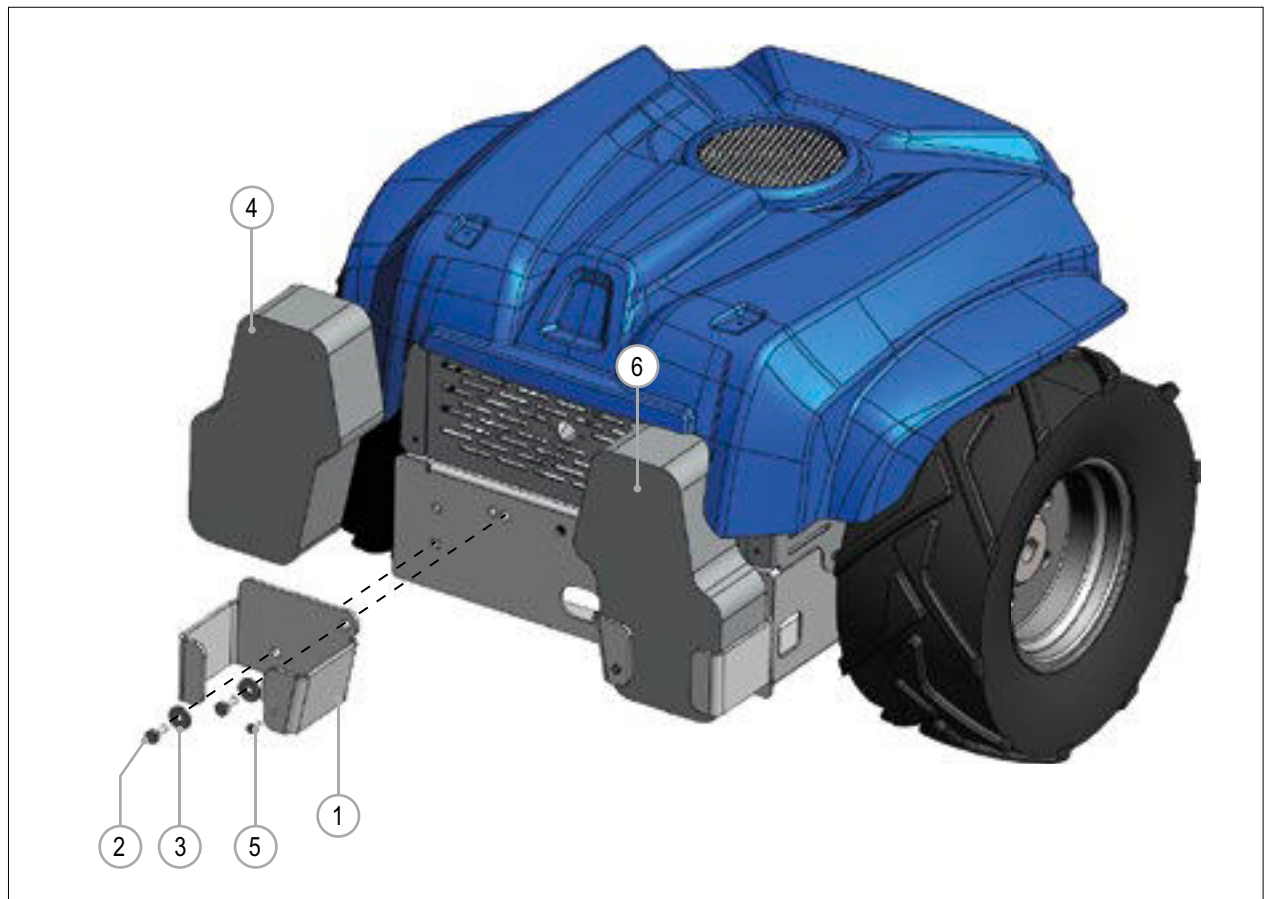

FIG. 42
- 2) Fastgør montagebeslaget (FIG. 42 - Ref. 1) som vist (FIG. 42 - Ref. 2 og 3)
- 3) Vha. en løfteanordning, placeres en af kontravægtene (FIG. 42 - Ref. 4) på maskinens bageste kofanger.
- 4) Fastgør kontravægten til kofangeren ved hjælp af bolte og skiver (FIG. 42 - Ref. 5).
- 5) Gentag proceduren for den anden halvdel af kontravægtene (FIG. 42 - Ref. 6).